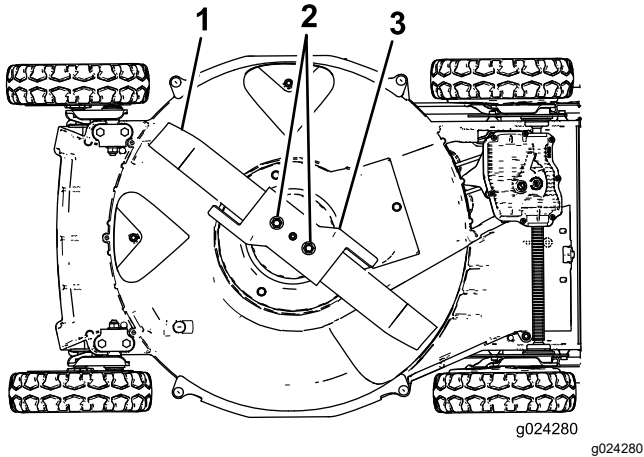

Figura 29
5. Vuelque la máquina hacia su lado **derecho** (limpiador de aire hacia arriba), según se muestra en Figura 29.